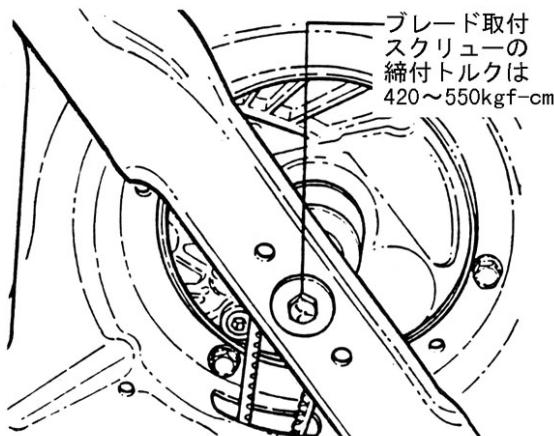

図 5-4
4. ブレードが鋭いか、また、摩耗損傷が無いか目視点検します。（図5-4）